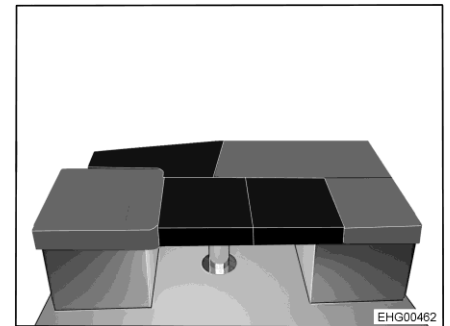

Fig. 179 Dopo la trasformazione
- Posizionare 2 cuscini aggiuntivi quadrati sul tavolo (vedi Fig. 179).
- Collocare il cuscino aggiuntivo triangolare tra il sedile laterale e il sedile a L sull'allargamento letto (vedi Fig. 179).